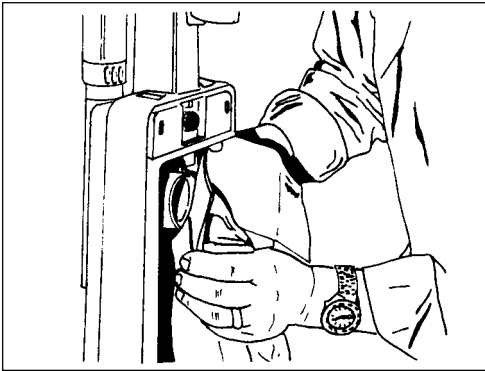

Figure 16-
- c. Put the opening in the cardboard inlet over the bag adapter. See figure 16.
- c. Introduisez l'ouverture du collet en carton sur le support. Voir figure 16.